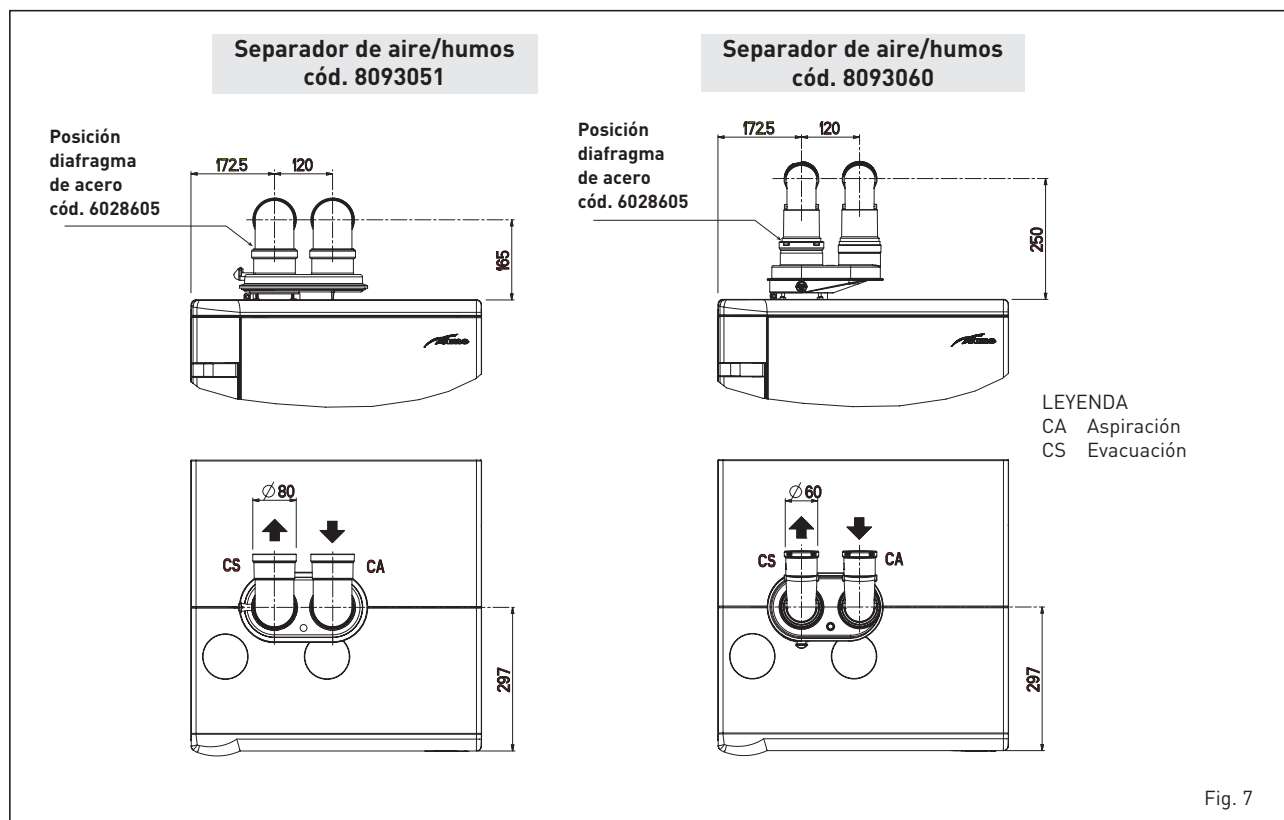

Fig. 7
#### 2.6 INSTALACIÓN DE LOS CONDUCTOS SEPARADOS Ø 80 - Ø 60 (fig. 7 - fig. 8)
El separador de aire/humos permite separar los conductos de descarga de humos de los de aspiración de aire (fig. 7):
**ATENCIÓN: Las calderas se suministran con un diafragma de acero cód. 6028605 que hay que colocar en la descarga de humos (fig. 7) cuando la pérdida de carga total de los conductos separados resulta inferior a 9 mm H2O (con pérdidas de carga totales superiores a 9 mm H2O hasta 15 mm H2O no utilizar el diafragma).**